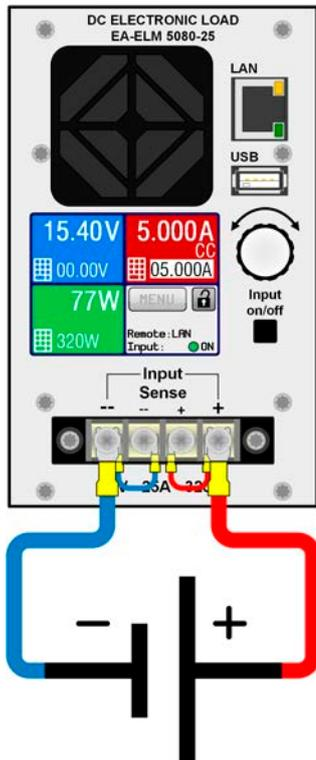
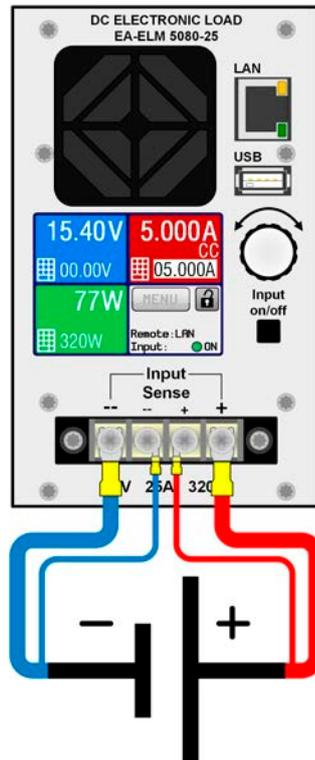

Bild 9 - DC-Anschlußbeispiel ohne Fernfühlung (Sense gebrückt)
Bild 10 - DC-Anschlußbeispiel mit Fernfühlung an Quelle
- (+) Sense darf nur am (+) der Quelle und (-) Sense nur am (-) der Quelle angeschlossen werden. Ansonsten könnte die elektronische Last beschädigt werden. Siehe auch *Bild 10*.
Für Verdrahtungs-Beispiele zur Fernföhlung siehe *Bild 9* und *Bild 10*.